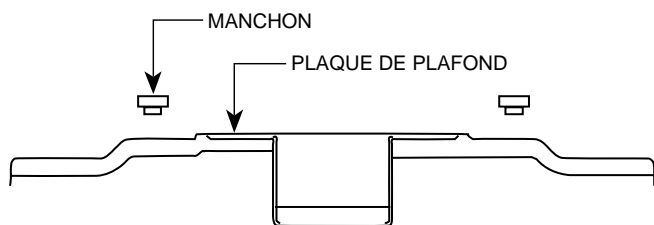

FIGURE 4
- A. Installez les 4 manchons en caoutchouc dans le haut de la plaque de plafond en insérant le petit côté du manchon dans les quatre trous de la plaque de plafond. Voir figures 4 et 5.